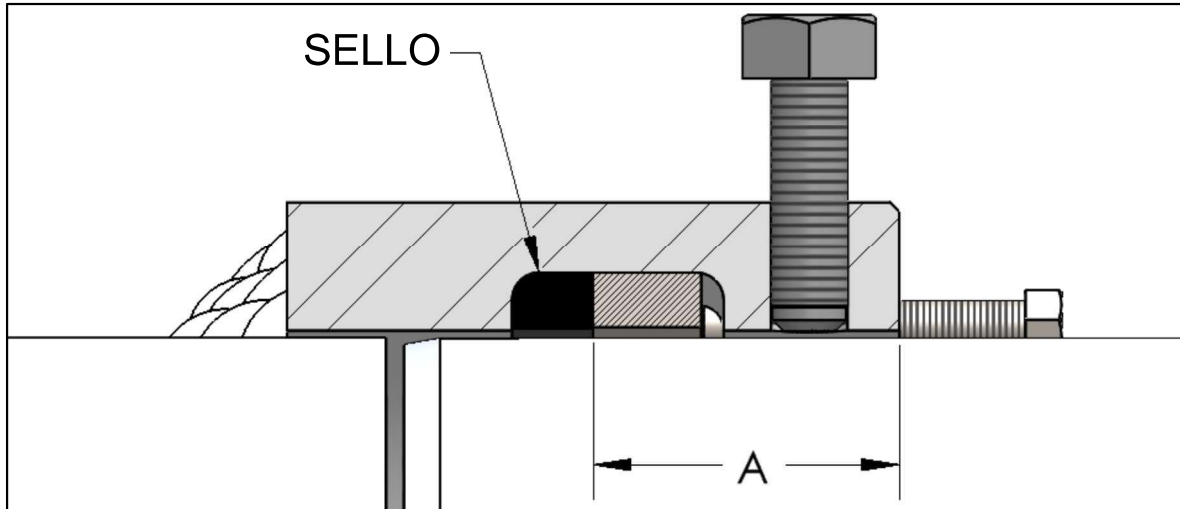

Figura 4
1. Mida y registre la distancia interior al sello; la dimensión "A" como se muestra en la Figura 4. Esto será necesario más adelante si el extremo mecánico del acoplamiento "Half Weld+End" debe soldarse completamente a la tubería.